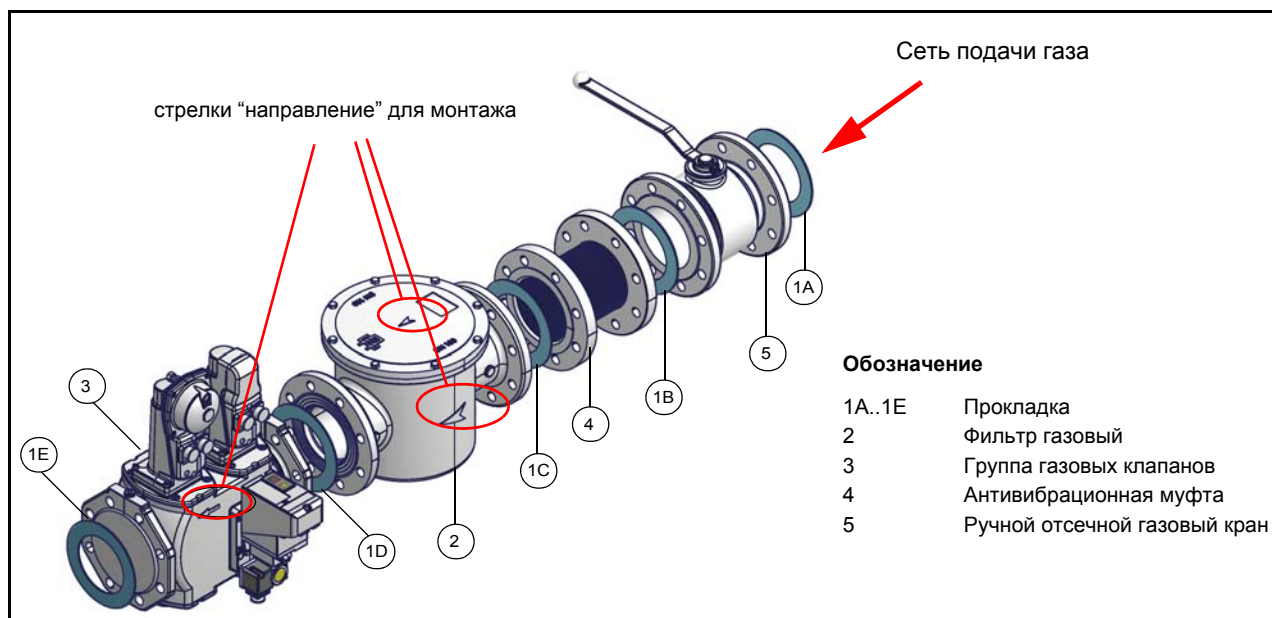

Рис. 8 - Пример газовой ramпы
- 1 - б) при фланцевых соединениях: между соседними компонентами устанавливать прокладку (1A..1E - Рис. 8), совместимую с используемым газом,
ВНИМАНИЕ: после монтажа газовой ramпы согласно схеме на Рис. 8, необходимо провести тестирование на герметичность газового контура, согласно требований действующих нормативов.